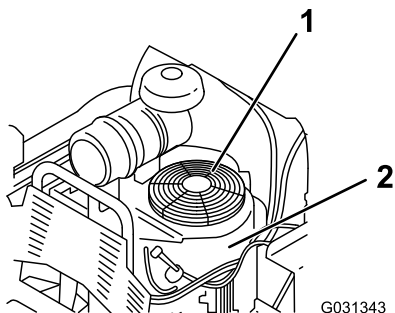

Figura 61
3. Remova o painel de admissão de ar e a caixa da ventoinha (Figura 61).
5. Instale o painel de admissão de ar e caixa da ventoinha (Figura 61).